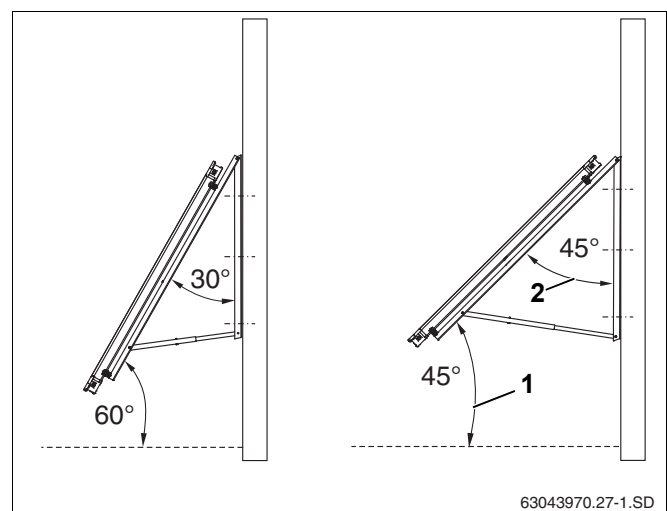

Рис. 10 Установочный угол коллектора на фасаде
- ▶ Установочный угол коллектора (рис. 10, **поз. 1**) относительно горизонта должен быть от  $45^\circ$  до  $60^\circ$  (т.е. угол наклона коллектора Рис. 10, **поз. 2**, должен лежать в пределах от  $30^\circ$  до  $45^\circ$ )